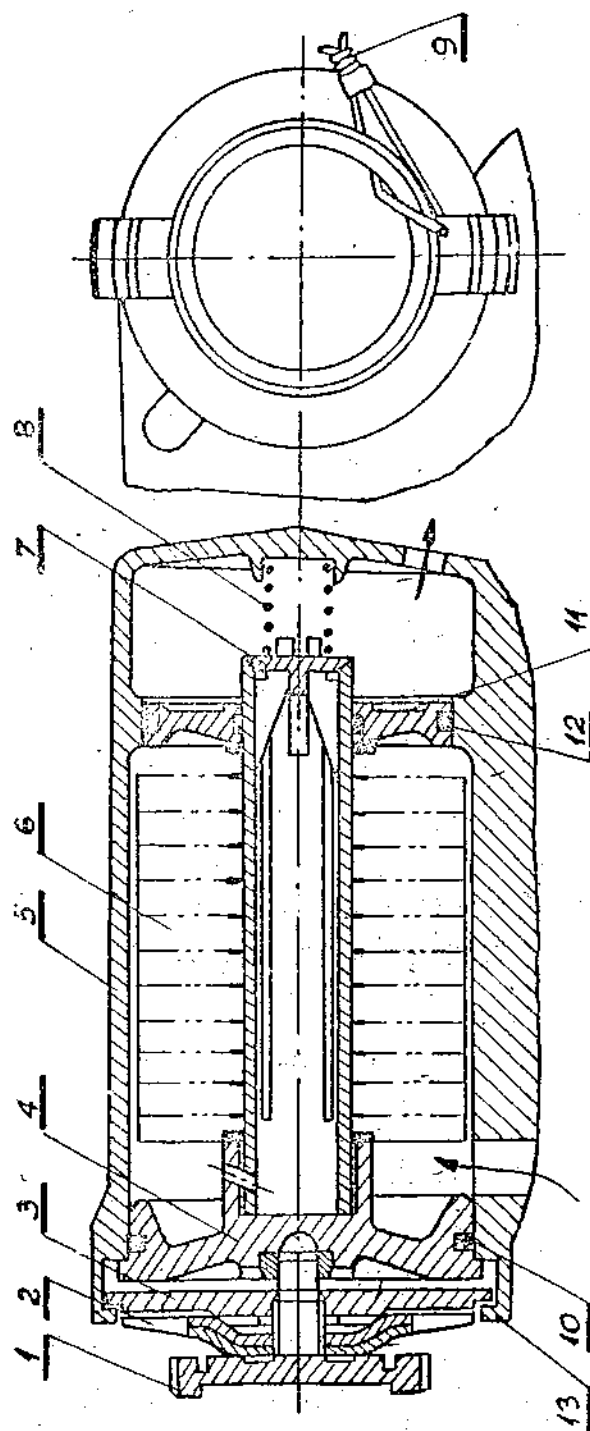

Рис. 6.3. Схема маслофильтра.
10. Осмотр и очистка маслофильтра рис. 6.3.